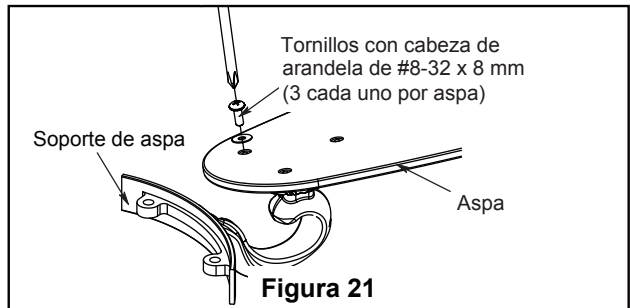

Figura 21
- Coloque el aspa sobre el soporte de aspas con los pilotes roscados a la vista. Asegúrese de que la parte inferior del aspa se encuentre bien apoyada sobre el soporte. Con un destornillador Phillips, fije los tornillos con cabeza de arandela de #8-32 x 8 mm para asegurar la placa en el brazo de sujeción de las palas. (Figura 21).